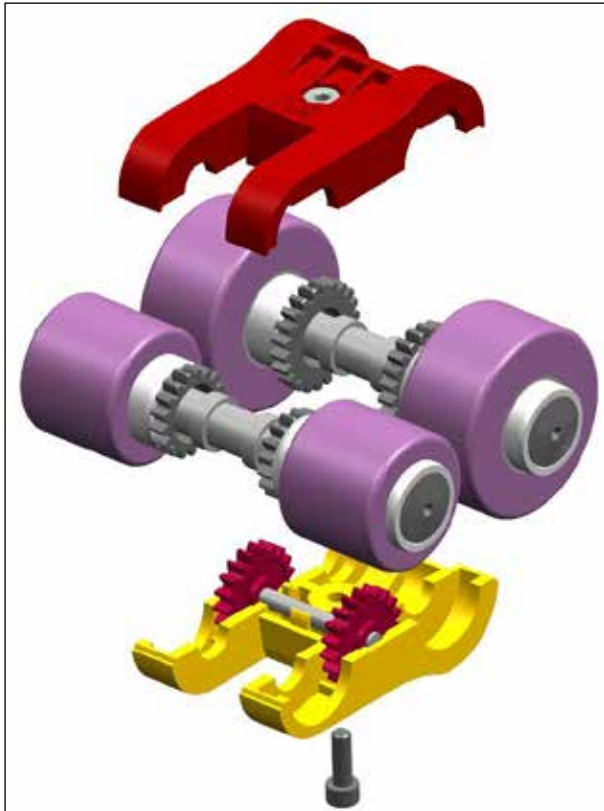

Fig. 8
- Limpe cada um dos componentes (Fig. 8).